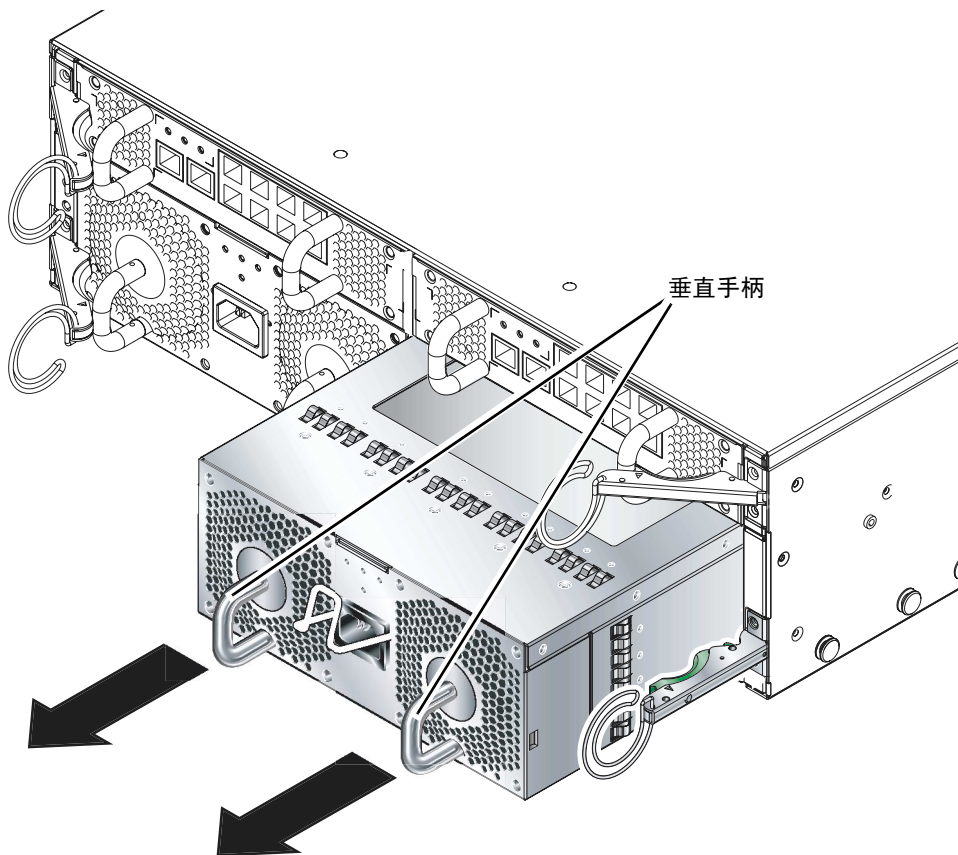

图 4-8 从系统机箱上拆卸 PSU
3. 拖动接在 PSU 背面的垂直手柄，将 PSU 从系统机箱中拆下（图 4-8）。托住 PSU 的底部，同时将从系统机箱上取下模块。